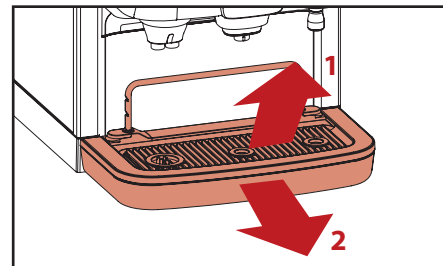

Abb. 5.3 – Tassentrage & Tropfschalen entfernen
2. Entfernen Sie die Tassentrage, indem Sie sie vom Ausschank abheben (Abb. 5.3, 1).
3. Entfernen Sie die Tropfschale (Abb. 5.3, 2).